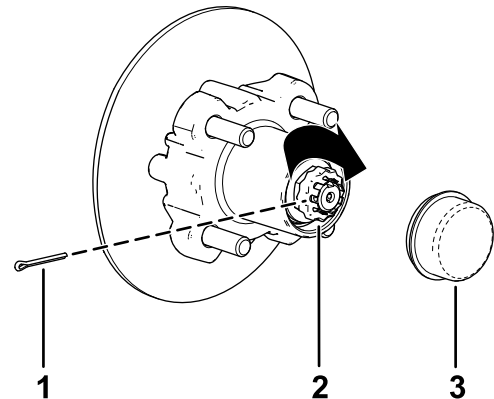

Figure 40
sont alignés et permettent d'insérer la goupille fendue (Figure 40).
- Insérez la goupille fendue et repliez chaque jambe autour du frein d'écrou (Figure 40).
- Reposez le couvre-moyeu sur le moyeu (Figure 40).